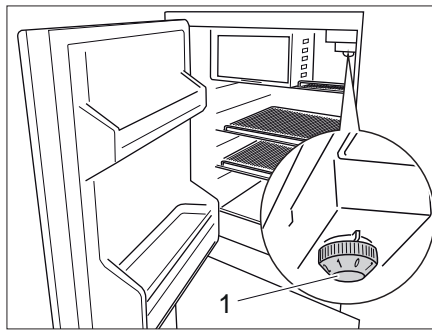

Bild 229 Bedienelemente im Kühlschrank
- Den Temperaturregler (Bild 229,1) nach rechts drehen. Das Gerät ist eingeschaltet.
- Den Temperaturregler (Bild 229,1) auf "0" stellen.
- Temperatur am Temperaturregler (Bild 229,1) einstellen.
- min. (1) = geringste Kühlleistung
- max. (7) = höchste Kühlleistung